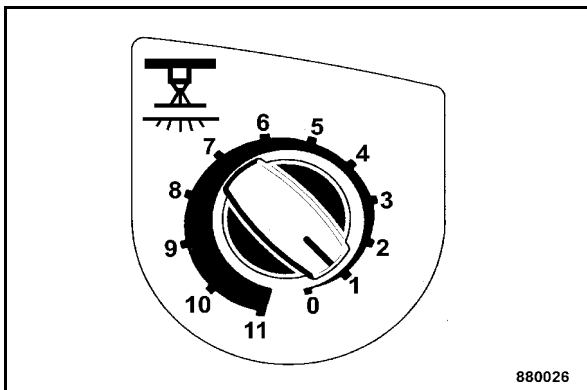

Fig. 81
- Positionner l'interrupteur d'arrosage par intervalles (Fig. 81) sur l'intervalle d'arrosage désiré.